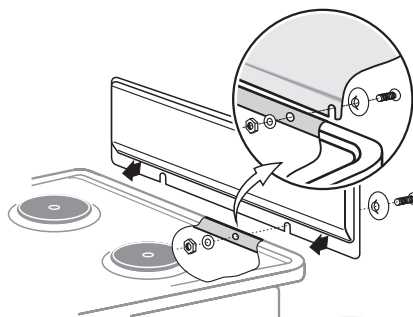

Рис. 9
- Щиток закрепляется перед установкой плиты (рис. 9).